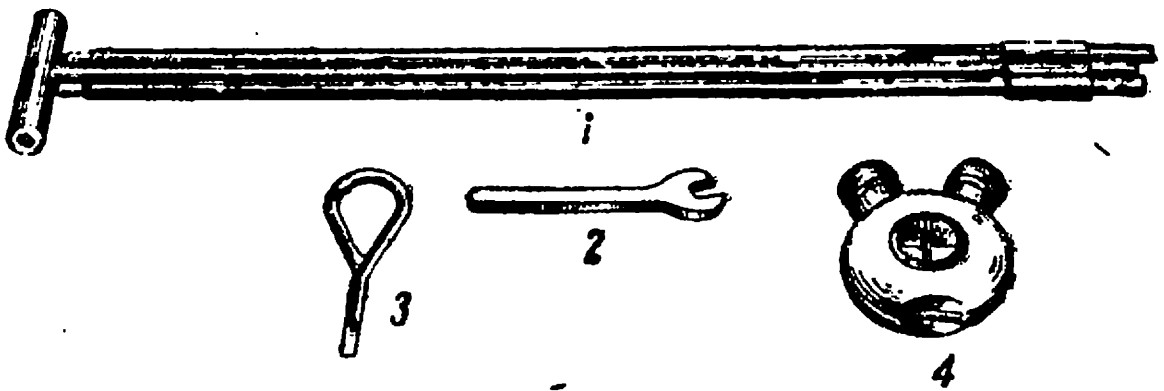

Рис. 40. Принадлежность к ружью:
44. Ружье имеет следующую принадлежность (рис. 40):